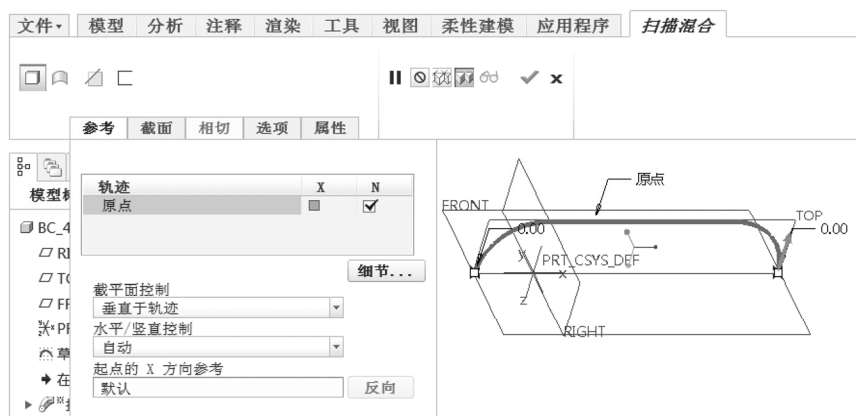

图 4-102 指定原点轨迹等
5) 选择稍前创建的草绘曲线作为原点轨迹, 可以打开“参考”面板查看默认的“截平面控制”选项等, 如图 4-102 所示。